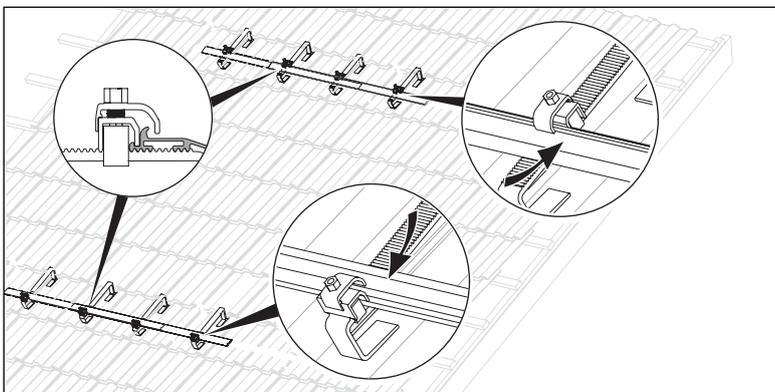

Fig. 6.8 Montage des rails de montage
- Raccordez les rails de montage et fixez ceux-ci avec les éléments de serrage sur les pattes de fixation (voir Fig. 6.8).